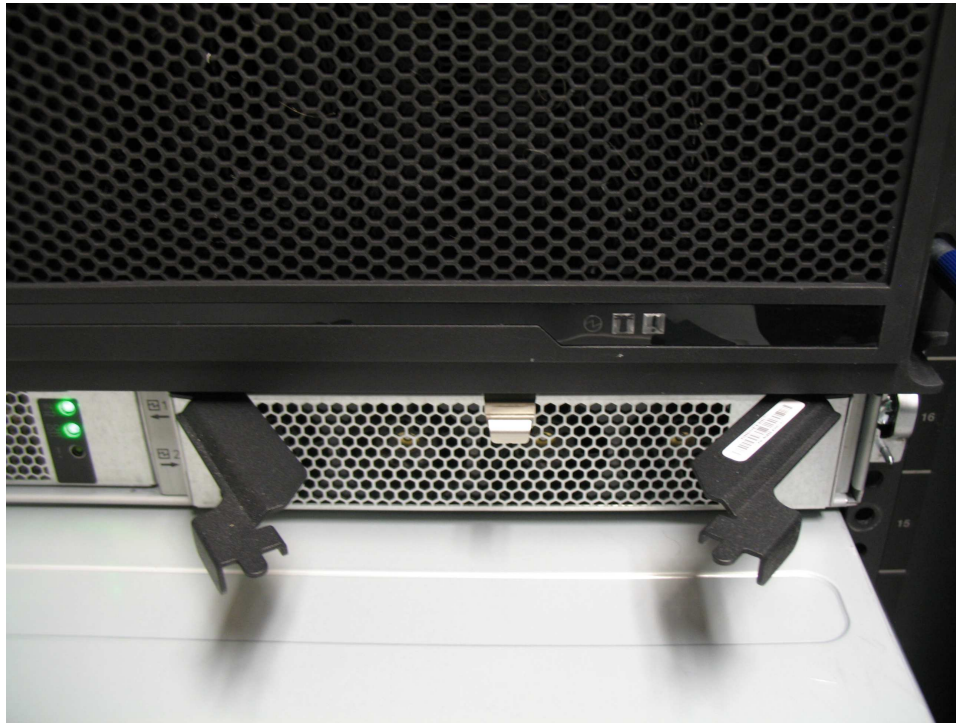

Figura 93. Instale a fonte de alimentação
3. Deslize a PSU para a frente no chassi até se encaixar no lugar, conforme mostrado em Figura 93.